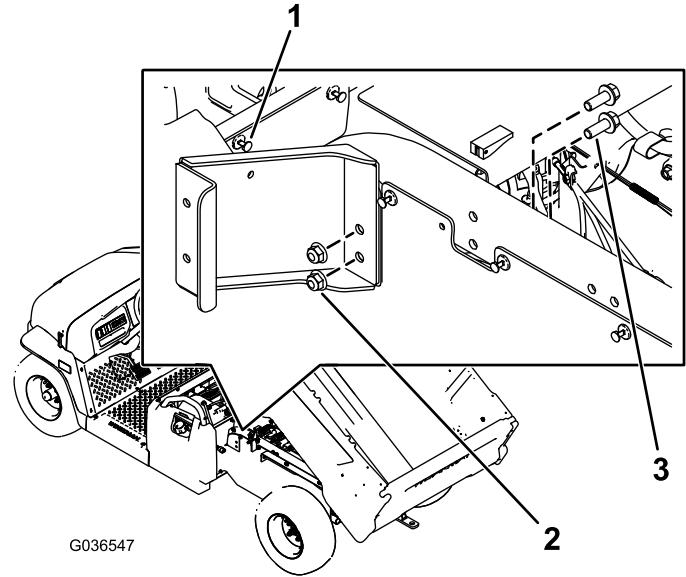

Bild 1
- Entfernen Sie die Niete von der linken Platte hinter dem Rücksitzunterteil (Bild 1).
- Befestigen Sie die linke Schleifenhalterung mit zwei Bundbolzen (3/8" x 1") und zwei Muttern (3/8"), wie in Bild 1 abgebildet.